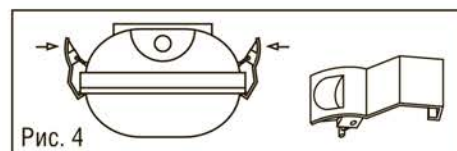

Рис. 4
- Закрепить рассеиватель защелками (Рис. 4).